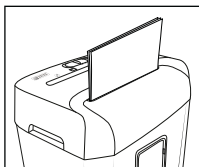

Fig. 3
Insérez le papier à la verticale par le haut et centré dans la fente de coupe du papier ⑨ (voir fig. 3). L'appareil démarre automatiquement et s'éteint aussi automatiquement lorsque l'utilisateur n'introduit plus de papier.